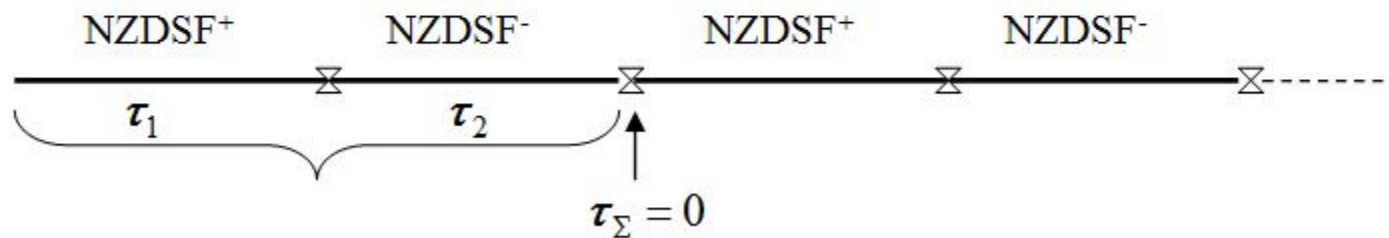

Рис. 8 – Компенсация хроматической дисперсии волокнами NZDSF⁺ и NZDSF⁻
4. Прокладка ВОЛС на основе последовательного соединения строительных длин кабелей с волокнами NZDSF⁺ и NZDSF⁻. Длина кабелей NZDSF⁺ и NZDSF⁻ выбирается так, чтобы на выходе хроматическая дисперсия была равна нулю (Рис. 8):